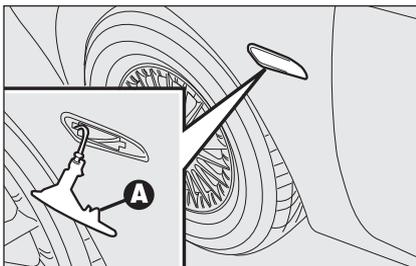
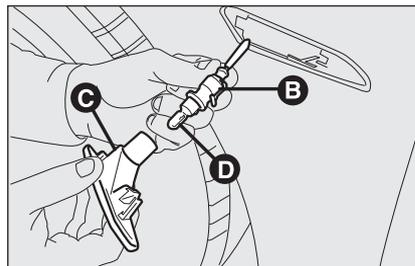

fig. 30
fig. 31
- spingere a mano il trasparente nel senso contrario alla direzione di marcia della vettura in modo da comprimere la molletta di fissaggio **A-fig. 30**. Liberare la parte anteriore ed estrarre il gruppo;
- ruotare in senso antiorario il portalam-pada **B-fig. 31** ed estrarlo dal trasparente **C**.
- inserire il portalam-pada **B-fig. 31** nel trasparente **C** quindi posizionare il gruppo verificando lo scatto della molletta di fissaggio **A-fig. 30**.